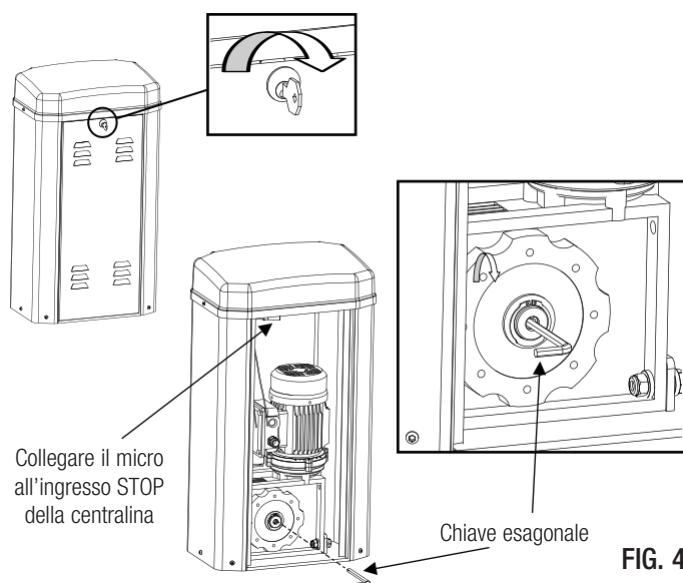

FIG. 4
- inserire l'apposita chiave e ruotarla 3 volte in senso antiorario (Fig. 4).